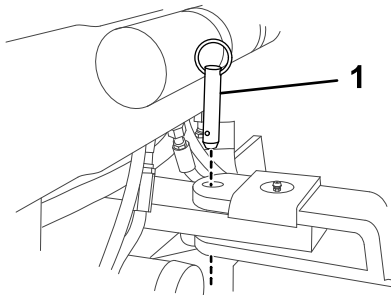
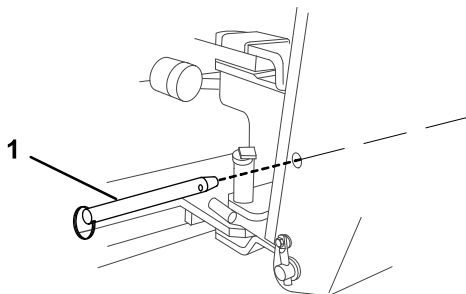
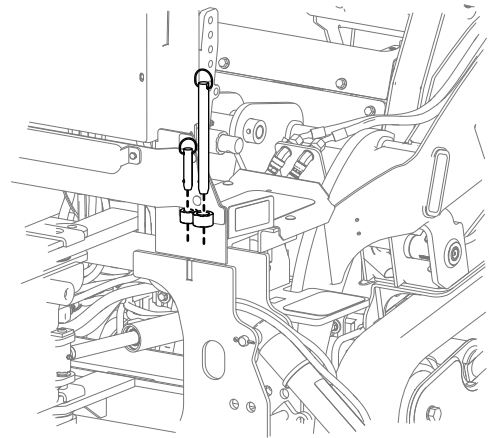

Figure 6
Figure 7
Figure 8
3. Retirez les 2 goupilles qui bloquent la flèche en place (Figure 6 et Figure 7) placez-les dans les positions de rangement (Figure 8).
Remarque: Une goupille empêche la flèche d'osciller d'un côté à l'autre (Figure 6), tandis que l'autre empêche la flèche de monter et de descendre (Figure 7).